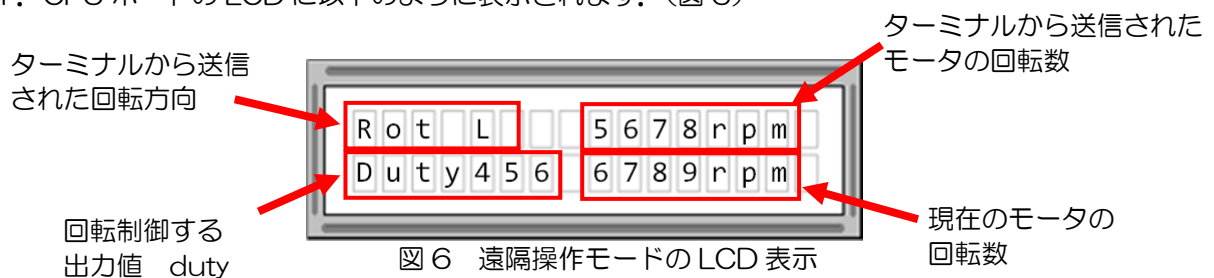

図 6 遠隔操作モードの LCD 表示
1. CPU ボードの LCD に以下のように表示されます．（図 6）
2. ターミナルの2つのモード（マトリックスキー入力モード，加速度センサ入力モード）のどちらでも図 6 のように同じ表示となります．